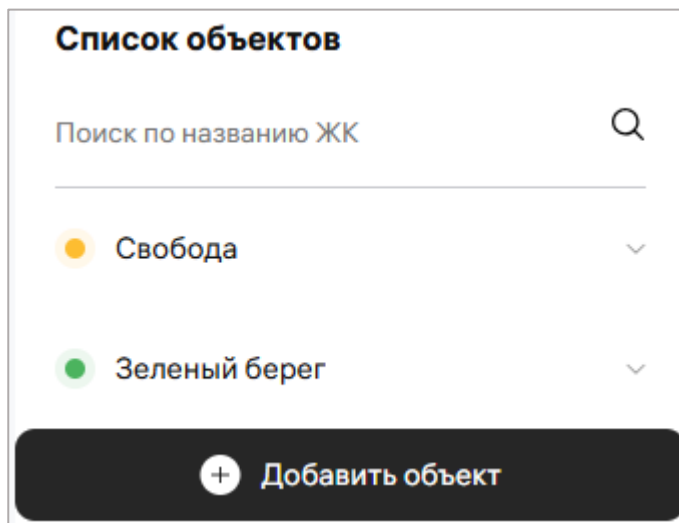

Рисунок 7 – Список объектов
Боковой блок «Объекты под охраной» содержит список охраняемых ЖК (рисунок 7). Для того, чтобы найти нужный ЖК необходимо ввести название ЖК в строку поиска.
**ВАЖНО!** Индикация объектов соответствует индикации состояний ЖК в списке объектов (рисунок 7).
Описание характеристик аналогично описанию параметров панели ЖК (рисунок 7).
Описание индикации аналогично описанию индикации объектов (рисунок 7).